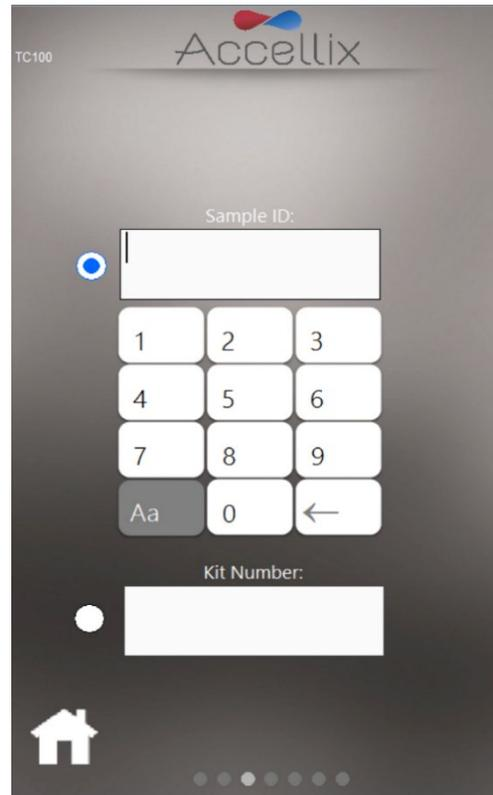

图37: 输入样本ID 屏幕 (含和不含试剂盒编号)
6. 在 **Enter Sample ID** (输入样本 ID) 屏幕 (图 37) 上, 使用屏幕键盘、外部键盘或条形码扫描仪输入 Sample ID (样本 ID)。之后样本 ID 将在测定运行的所有后续屏幕上显示。
**注:** 在软件的可选配置中, 用户还需要输入 Kit Number (试剂盒编号)。(参见图 37 右侧图片)